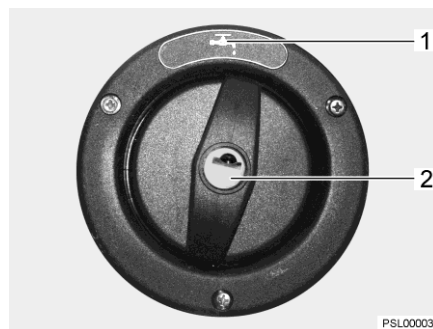

Bild 66 Verschlussdeckel für Trinkwasser-Einfüllstutzen
Der Trinkwasser-Einfüllstutzen ist mit dem Symbol "☰" (Bild 66,1) gekennzeichnet. Der Verschlussdeckel wird mit dem Schlüssel für die Außenklappenschlösser geöffnet und verschlossen.
- Schlüssel in Schließzylinder (Bild 66,2) stecken und eine viertel Umdrehung entgegen dem Uhrzeigersinn drehen.
- Trinkwasser-Einfüllstutzen (Bild 66) öffnen.